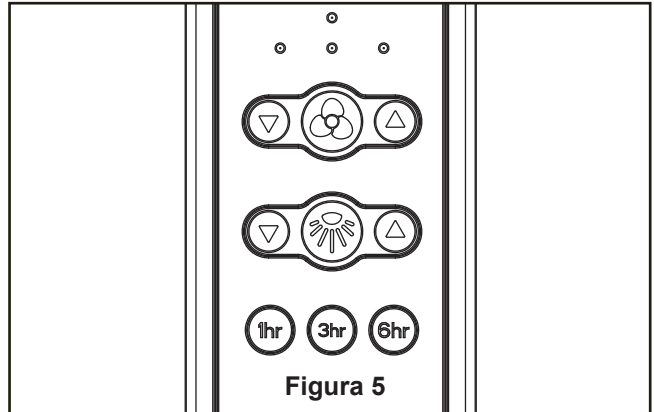

Figura 5
5. Instale la unidad de placa LED superior a la unidad del kit de iluminación usando las dos ranuras claves de la unidad de placa LED superior. Vuelva a colocar el tercer tornillo y fije con seguridad los tres tornillos. (Figura 5)
5. Funciones del control remoto: (Figura 5)